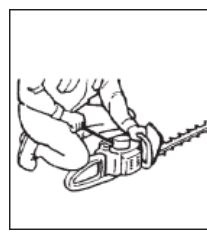

FIG. 4
4. Posizionare l'unità su una superficie stabile e pulita. Tirare rapidamente la manopola di avviamento. (Fig. 4)